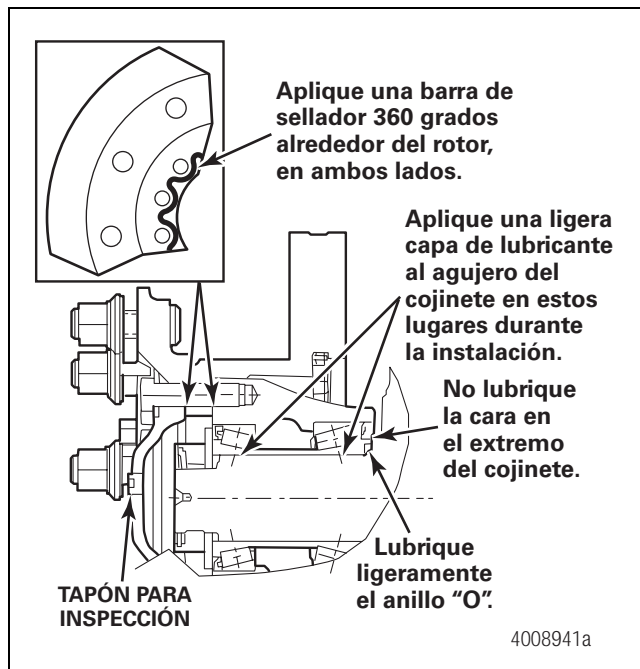

Figura 6.14
6. Aplique una barra de sellador anaeróbico como, por ejemplo, el Eliminador de Juntas Loctite® 518 360 grados alrededor del rotor en ambas superficies de contacto y en el interior del círculo de pernos. Figura 6.14. El sellador debe aplicarse antes de montar el rotor y el adaptador de rueda para evitar que penetre humedad en el cojinete. No use ningún tipo de sellador de juntas que no sea sellador anaeróbico.